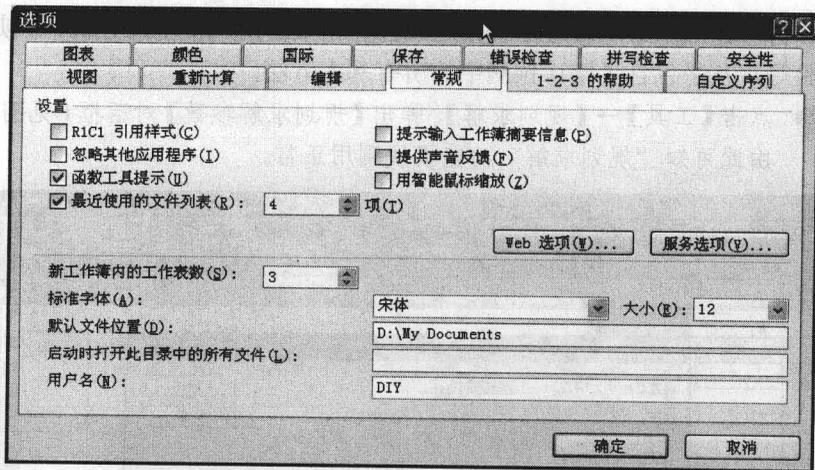

图 1-6 【工具】菜单下【选项】子菜单中的【常规】选项卡
如果用户希望转换 Excel 中单元格的引用方式，可以点击【工具】→【选项】，选择【常规】选项卡（见图 1-6），通过“R1C1 引用样式 (C)”复选框决定使用 A1 引用样式还是 R1C1 引用样式。